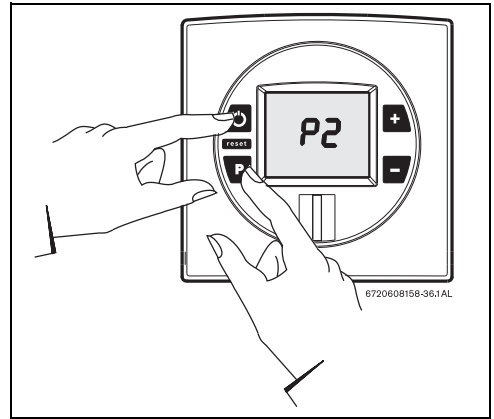

Fig. 45
- ▶ Mantener pulsada la tecla de programación y pulsar el interruptor principal ON/OFF para conectar el aparato (consultar la Fig. 45 ).